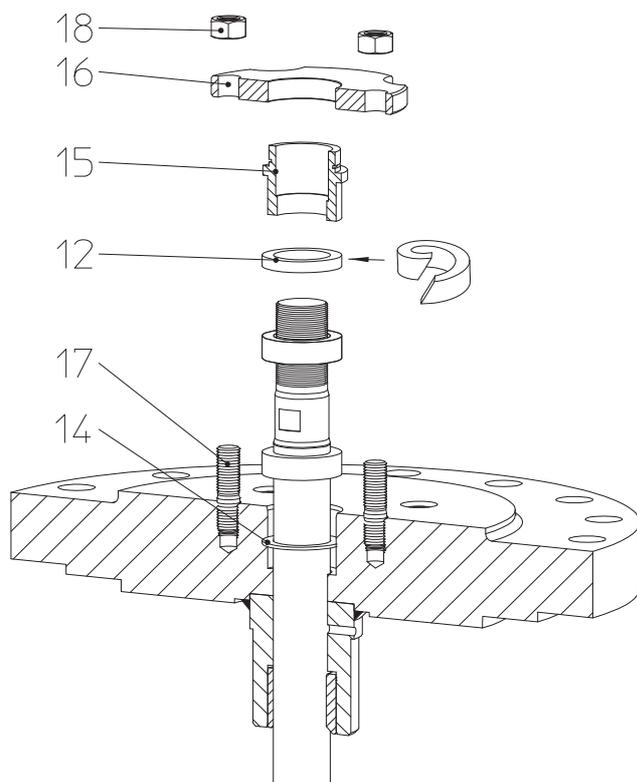
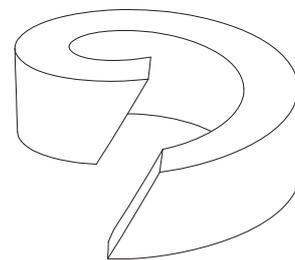

Fig. 8
Fig. 9: Anneau d'étanchéité sectionné
- Placer un nouvel anneau d'étanchéité (pos. 12), position de montage conformément à la Fig. 8 - Fig. 9.
Si l'on utilise un anneau d'étanchéité sectionné, veiller à trancher en biais lors de la découpe (voir Fig. 9).